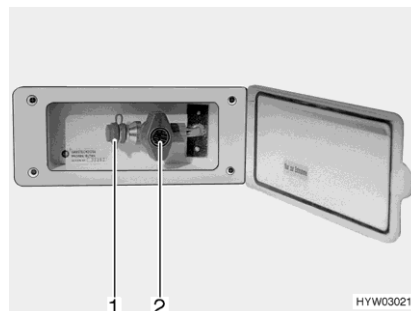

Fig. 88 Toma exterior de gas (válvula de paso de gas cerrada)
- Conectar el aparato de gas externo en el punto de conexión (Fig. 88,1).
- Abrir la válvula de paso de gas (Fig. 88,2).